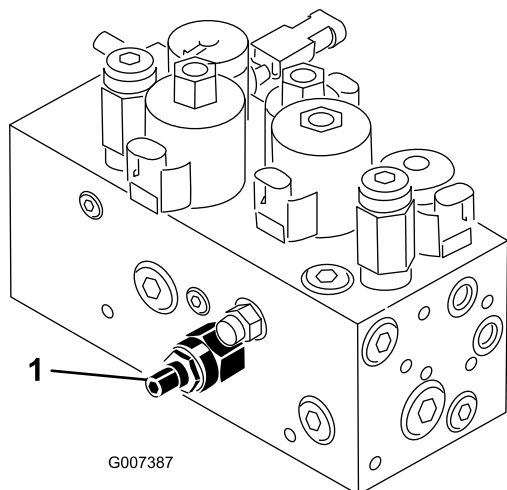

Figura 49
Il circuito di sollevamento/abbassamento degli apparati di taglio della macchina è dotato di una valvola di regolazione del flusso (Figura 49). Questa valvola viene prerogolata in fabbrica, ma è talvolta necessario regolarla per compensare i dislivelli delle temperature dell'olio idraulico, delle velocità di tosatura, degli accessori, ecc. Se necessario, regolate come segue:
1. Alzate il sedile e individuate la valvola di regolazione del flusso per il telaio di trazione centrale (Figura 49), situata accanto al collettore idraulico.